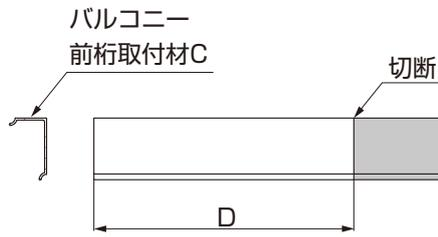
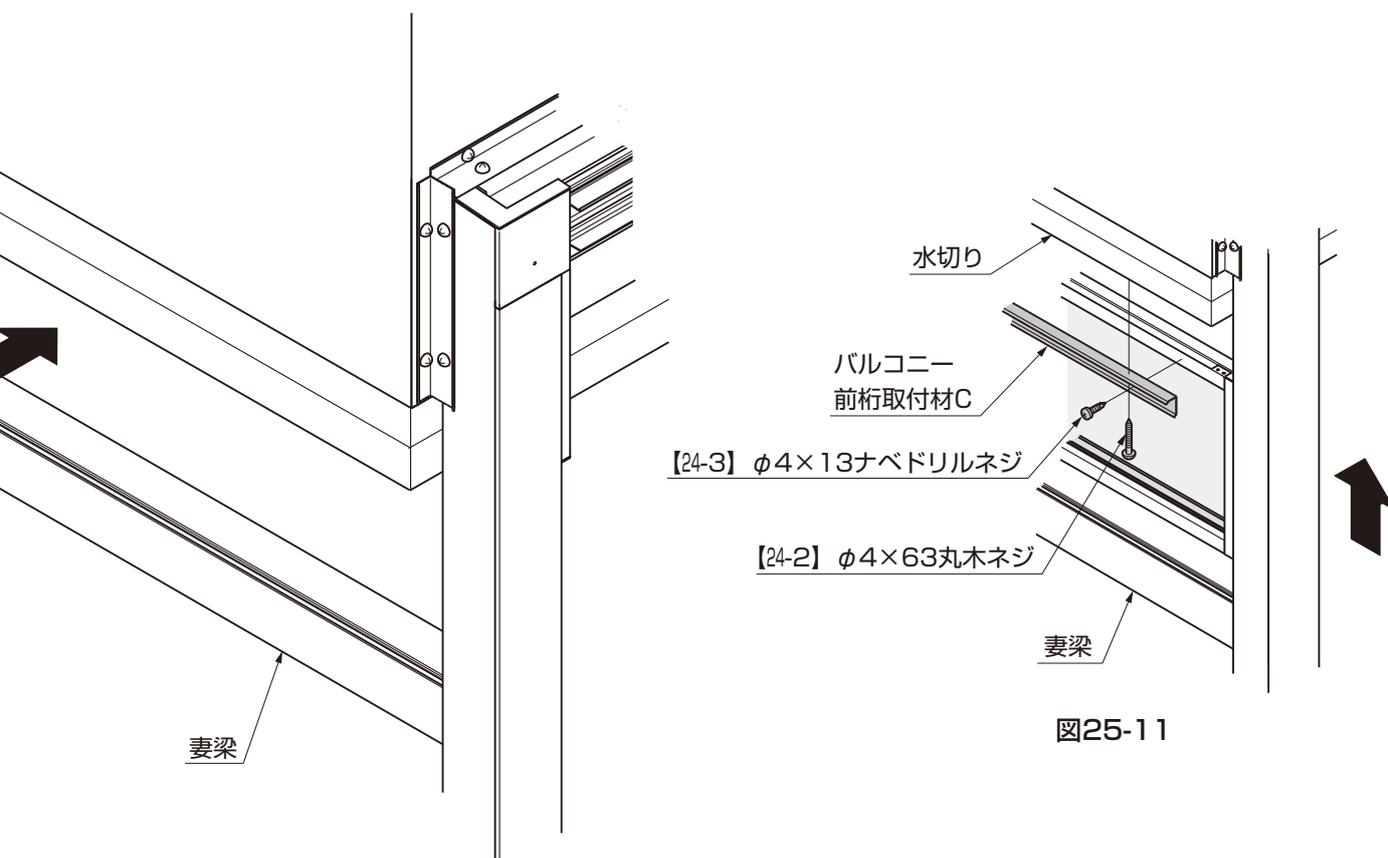

図25-7
図25-11
- ⑥バルコニー下に水切りがついている場合は、バルコニー前桁取付材CをD寸法に切断し、バルコニー下面、側面フィックス枠に取付けてください。(図25-7、図25-11参照)